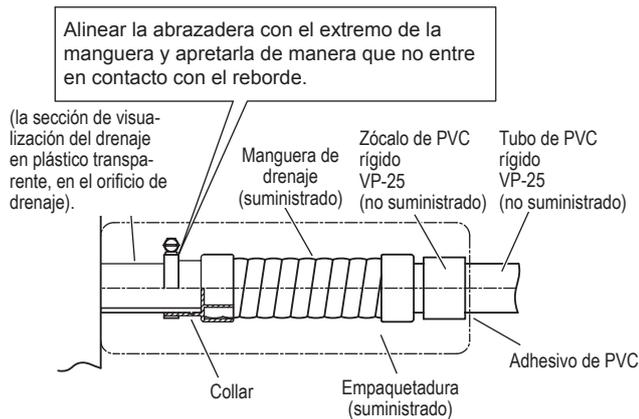

Fig. 6-8
La mirilla transparente de la unidad permite comprobar el drenaje. (Fig. 6-8)
- Apretar las abrazaderas de la manguera de forma que las tuercas de apriete están encaradas hacia arriba. (Fig. 6-8)